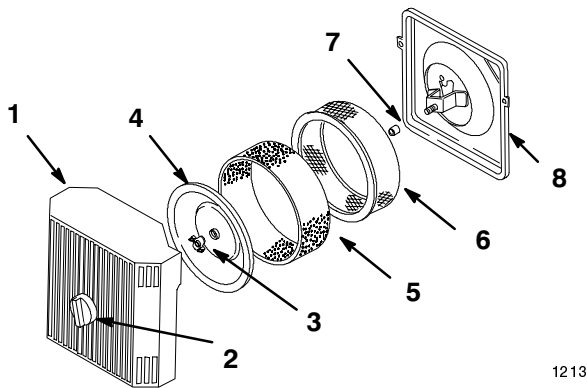

Bild 17
3. Reinigen Sie den Bereich um den Luftfilter herum, um zu verhindern, dass Schmutz in den Motor fällt und Schäden verursacht. Schrauben Sie die Verschlusschraube los und entfernen den Luftfilterdeckel (Bild 17).
4. Schieben Sie den Schaumeinsatz vorsichtig vom Papiereinsatz herunter (Bild 17).
5. Schrauben Sie die Deckelmutter los und entfernen den Papiereinsatz (Bild 17).
1. Schieben Sie das Schaumeinsatz vorsichtig auf den Papiereinsatz (Bild 17).
2. Schieben Sie die Luftfiltergruppe mit dem Deckel auf die lange Stange. Drehen Sie die Deckelmutter jetzt mit der Hand gegen den Deckel (Bild 17).
3. Bringen Sie den Luftfilterdeckel an (Bild 17).